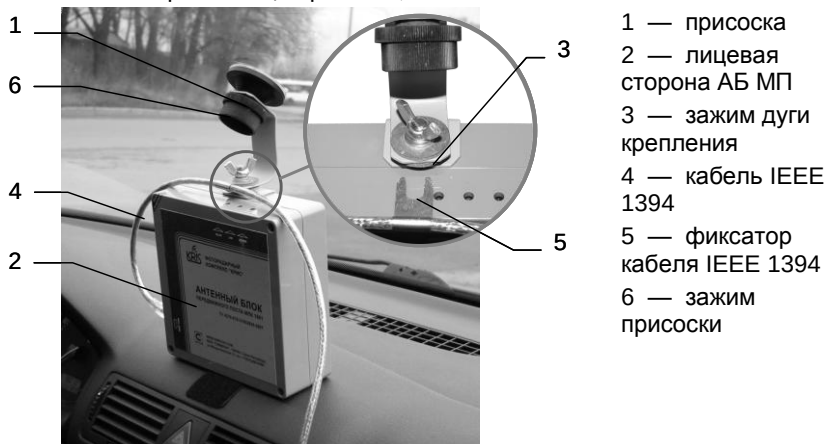

Рис. 16. Положение АБ МП в патрульном автомобиле
Установите антенный блок в салоне патрульного автомобиля (лицевая сторона с наклейкой должна быть направлена внутрь салона), закрепив его на лобовом стекле при помощи присоски, как показано на Рис. 16.
Соедините разъем **IEEE 1394** на антенном блоке с разъемом **Антенна** модуля управления (Рис. 8, поз. 4) посредством кабеля IEEE 1394 из комплекта поставки. После подключения кабеля IEEE 1394 зафиксируйте его, зажав фиксатор (5) зажимом дуги крепления (Рис. 16, поз. 3).